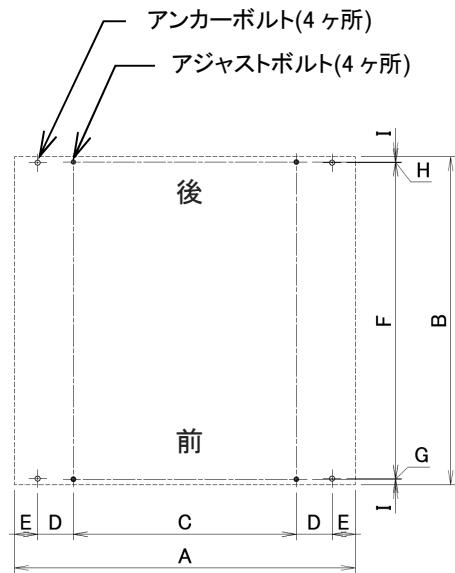

図 4-2
- 機械の据付は、機械自重による床荷重( $530\text{kg/m}^2$ )に充分耐えられる所で、かつ、水平な所であれば、特別な基礎工事の必要はなく、簡易基礎にて水平を出し、4 本のアンカーボルトにて固定するだけです。ただし、特に地盤の弱い所は、(図 4-2)を参照の上基礎工事をしてください。また、機械の据付は水平器を用いて、左右は水平にし、機械の前後方向は機械前側が少し上がり気味になるように据付してください。